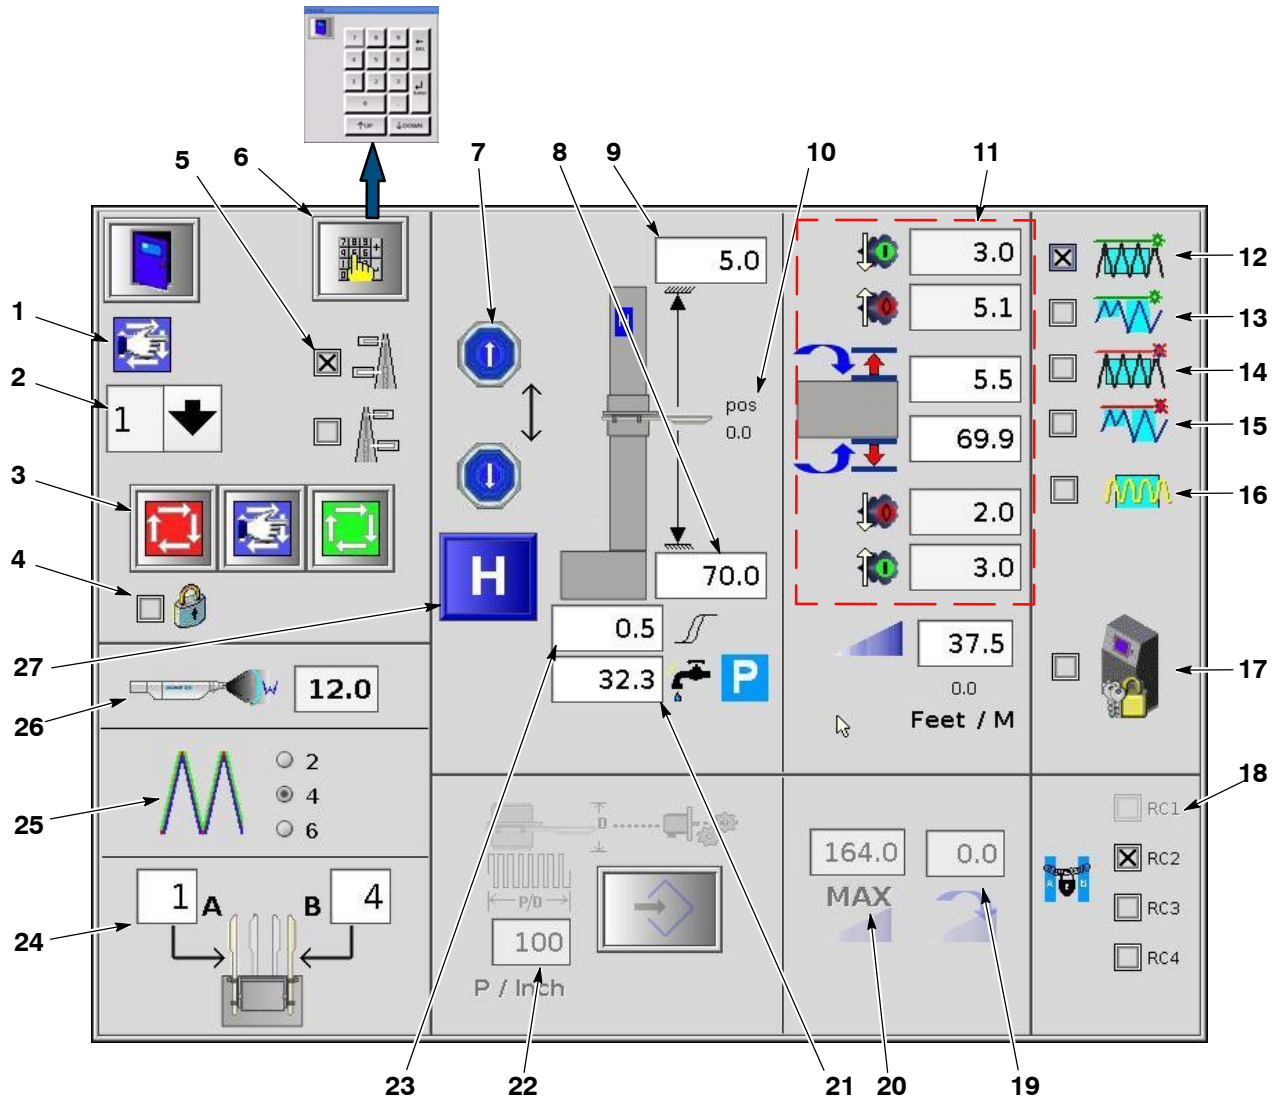

Fig. 3-9 Pantalla de configuración de reciprocador
3. Pulsar el botón Inicio para enviar el reciprocador al punto de partida. Cuando haya terminado el envío al punto de partida, mover el carro del reciprocador hacia abajo manualmente hasta que la posición actual (10, fig. 3-9) indique 6 pulgadas (o cualquier otro número par).